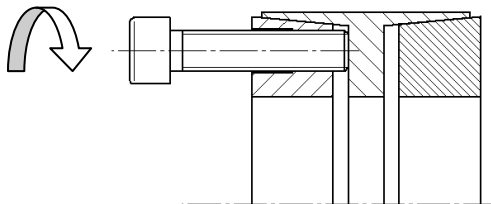

Bild 4) Lösen des vorderen Druckrings
- Spannschrauben in die Abdrückgewinde des vorderen Druckrings (Bauteil 1) einschrauben (siehe Bild 4).